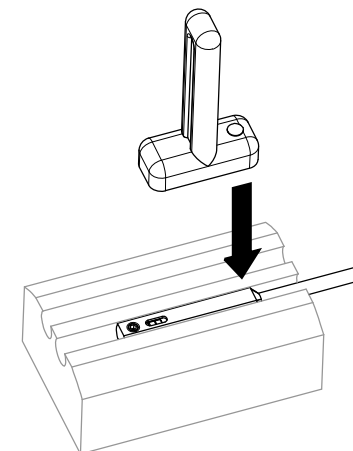

Abb.2
- Markierung des Programmierwerkzeuges zum Kabelausgang (Abb.2)
- Marking on programming tool aligned with cable outlet (Abb.2)
- Repérage de l'outil de programmation en direction du départ du câble (Abb.2)
- Programmierwerkzeug mit Markierung zum Kabelausgang auf dem Sensor platzieren (Abb.2).
- Place programming tool on sensor with marking aligned with cable outlet. (Abb. 2).
- Positionner l'outil de programmation sur le capteur avec le repère en direction du départ du câble (Abb.2).